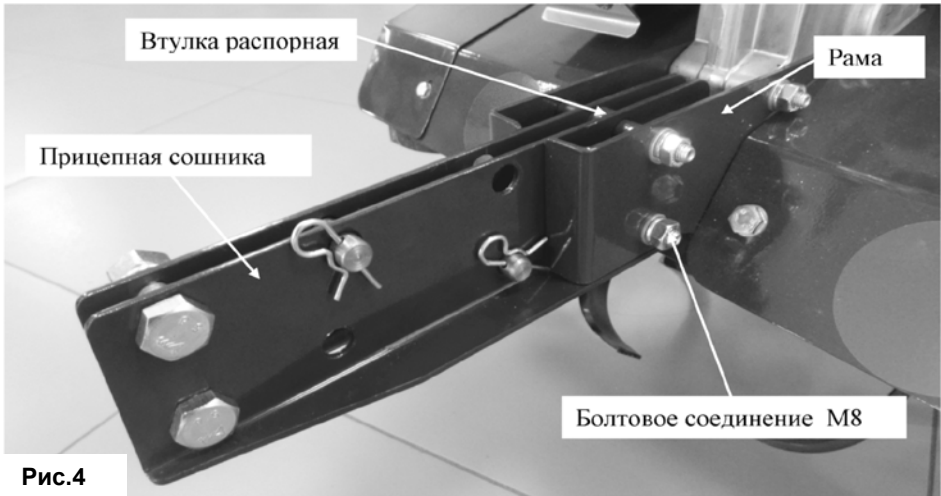

Рис.4
5. Соберите прицепную сошника и установите ее на раму посредством болтового соединения М8 (рис.4).